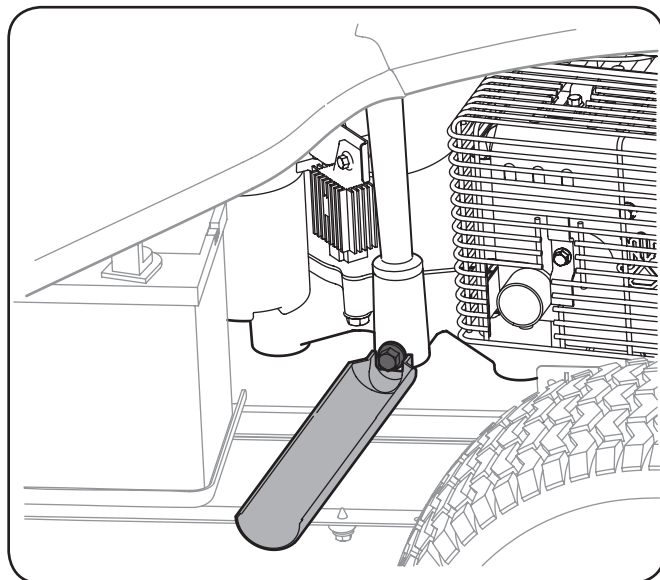

Figure 6-1
4. Faites enclencher la petite extrémité du manchon de vidange d'huile dans l'espace autour du bouchon de vidange d'huile. Voir Figure 6-1.